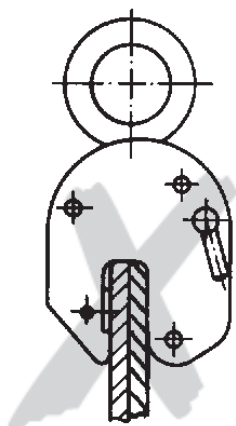

Fig. 2
- Sólo se puede transportar una plancha de metal cada vez con esta garra (Fig. 2).